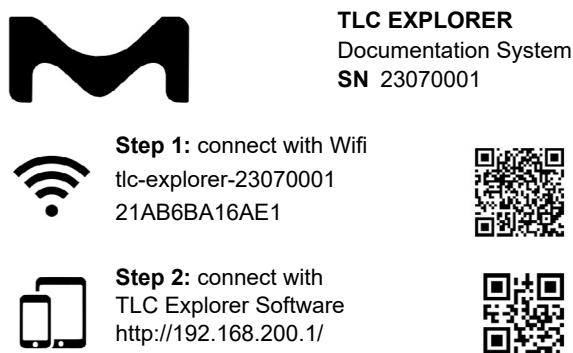

Figura 3.2: Per connettere un device è sufficiente scansionare questi due codici QR riportati sulle etichette adesive fornite con lo strumento.
- due etichette adesive con due codici QR, da utilizzare per connettersi più facilmente al dispositivo (si veda la figura 3.2);
In un portatile (o un PC fisso dotato di WiFi) aprire le impostazioni di rete e cercare il nome della rete (SSID) che inizia con 'tlc-explorer' seguito dal numero di serie **B6**. Scegliere 'WPA/WPA2' come standard di sicurezza e digitare la password indicata nell'etichetta adesiva Step 1 (figura 3.2) per stabilire la connessione. La connessione di un tablet o di uno smart phone è ancora più semplice; è sufficiente scansionare il codice QR 1 sull'etichetta incluso nella confezione. Potrete visualizzare un avviso che indica che il WiFi scelto non è connesso a internet; questo è corretto e voluto.